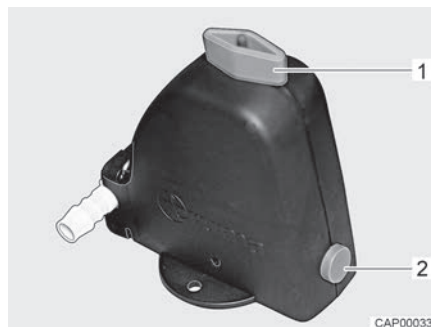
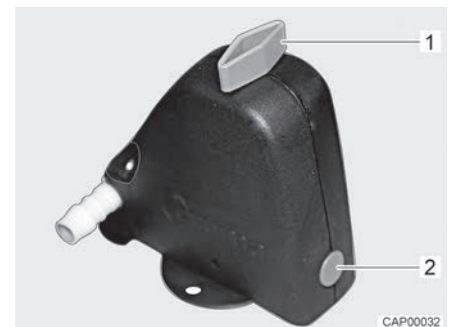

Bild 116 Sicherheits-/Ablassventil geöffnet
Bild 117 Sicherheits-/Ablassventil geschlossen
- Sicherheits-/Ablassventil schließen. Dazu Drehknopf (Bild 116,1) quer zum Sicherheits-/Ablassventil drehen und Druckknopf (Bild 116,2) hineindrücken. Das geschlossene Sicherheits-/Ablassventil ist in Bild 117 dargestellt. Bei Temperaturen unter 6 °C lässt sich das Sicherheits-/Ablassventil nicht schließen.